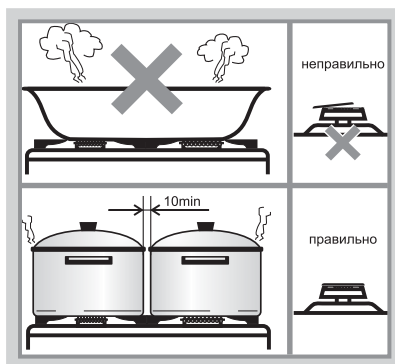

Рис.15
- Размеры посуды (см. табл. 5 и рис.15) и режим работы горелок нужно выбирать таким образом, чтобы пламя не выходило за края и не «лизало» боковые стенки.